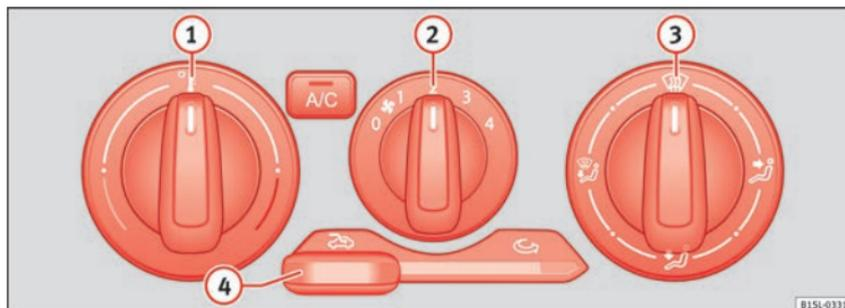

Fig. 38 Na parte superior da consola central: comandos do ar condicionado manual e do sistema de aquecimento e circulação do ar. **»»**
Desligar	Desliga-se ao rodar o regulador central ② para a posição 0 »» Fig. 38.
Temperatura	O regulador giratório esquerdo ① »» Fig. 38 ajusta a temperatura.
Ventilador O regulador giratório central ② »» Fig. 38 ajusta a velocidade do ventilador.
Distribuição do ar	O regulador giratório direito ③ »» Fig. 38 ajusta-se à distribuição de ar
Eliminar o gelo do para-brisas O regulador giratório direito  »» Fig. 38 elimina o gelo do para-brisas o mais rapidamente possível e desembacia o mesmo (função de descongelar/desembaciar).
Recirculação do ar O regulador deslocável ④ »» Fig. 38 liga e desliga a regulador recirculação do ar »» Página 137.